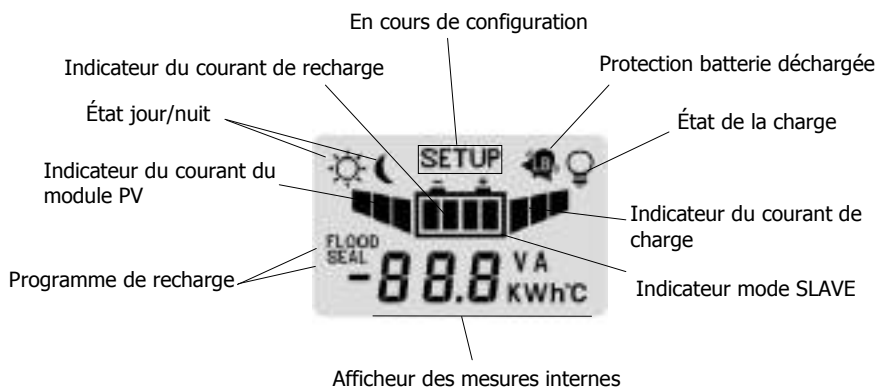

Fig. 4 Écran
- 2) Ôter le couvercle avant pour accéder aux branchements électriques (cf. *fig.4*).